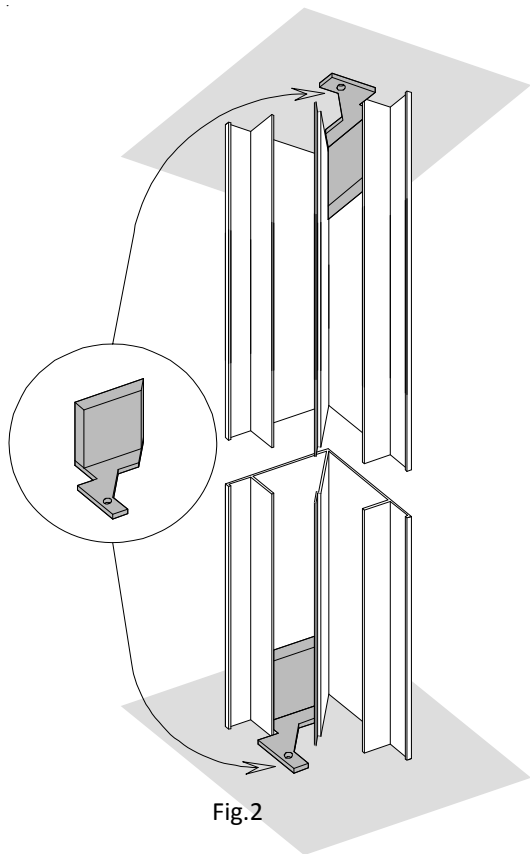

Fig.2
1. Placer udv. del af hjørneprofil jf. projekttegninger og fastgør den med hjørnebeslaget - fig.2